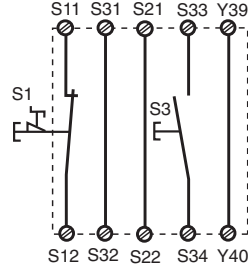

Fig. 3: Circuito de entrada monocal, rearme supervisado/Circuito di ingresso monocale, start controllato/Eenkanalig ingangscircuit, bewaakte start
- Fig. 3, 4 y 5, 6:
- Fig. 3, 4 e 5, 6:
- Fig. 3, 4 en 5, 6: